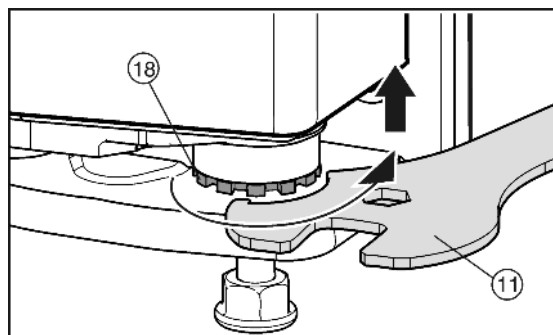

Fig. 13
- ▶ K nadzdvihnutí dvířek vyšroubujte ložiskový čep Fig. 13 (18) přiloženým rozvidleným klíčem Fig. 13 (11) směrem doprava. V dodaném stavu je ložiskový čep zcela zašroubovaný.